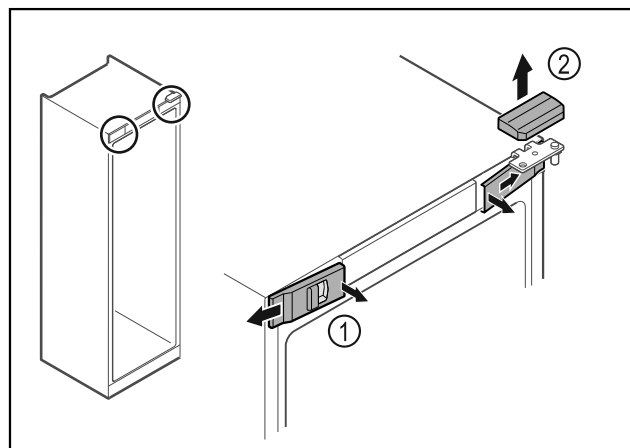

Fig. 14
- ▶ Odistite zvnútra predné kryty Fig. 14 (1) a odoberte ich do strany.
- ▶ Odoberte horný kryt Fig. 14 (2) nahor.